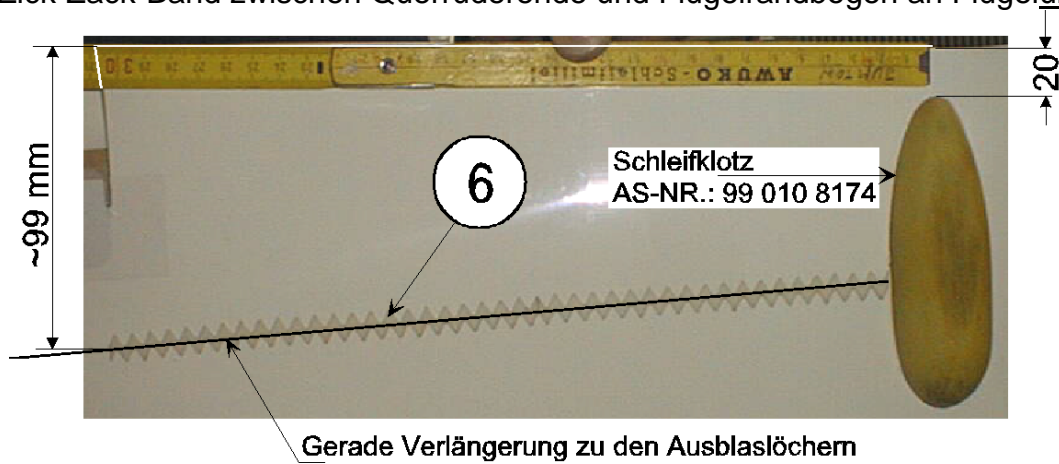

Fig. 6 - Seitenleitwerk
Siehe Fig. 6
An der Seitenflosse sind keine Stufen eingelassen. Hier wird das Profilband, 30/12 (7) wie in Fig. 6 dargestellt, links und rechts auf die Fahnen geklebt, fest angedrückt bzw. -gerollt und mit einem Schutzklebeband (5) über der Vorderkante des Profilbandes gegen Abschälen gesichert.